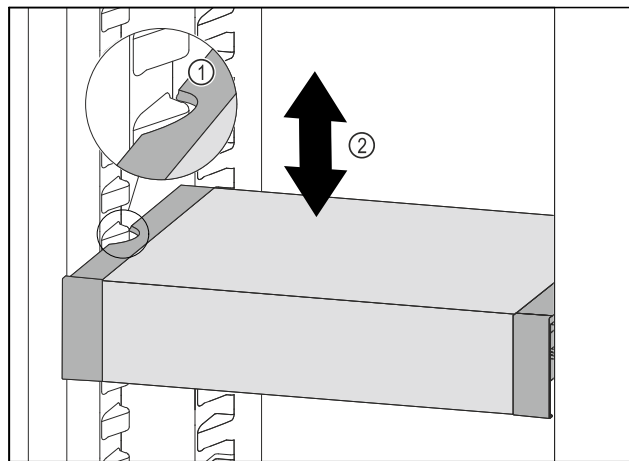

Fig. 106
- ▶ Táhněte VarioSafe dopředu, dokud nebudou boční vybrání VarioSafe na úrovni žebrování na nádoby v chladničce. Fig. 106 (1)
- ▶ Posouvejte VarioSafe v chladničce nahoru nebo dolů, dokud nedosáhnete požadované výšky. Fig. 106 (2)